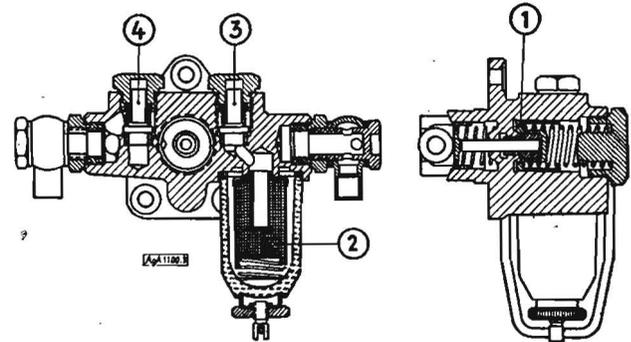

Bild 3. Kraftstoff-Förderpumpe
b) Die Kraftstoff-Förderpumpe (Bild 3)